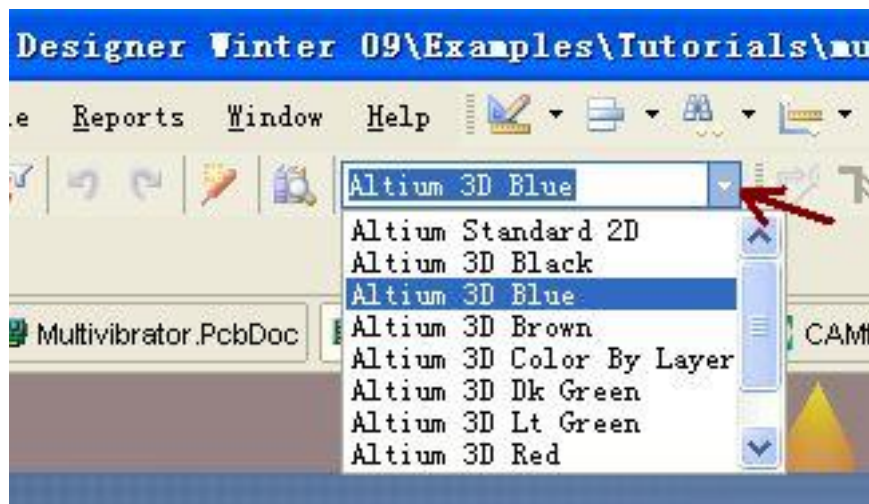

图3-40 选择3D显示
- 要在PCB编辑器中切换到3D，只需单击View→Switch To 3D命令（快捷键：3）或者从列表中PCB标准工具栏中选择一个3D视图配置，如图3-40所示。